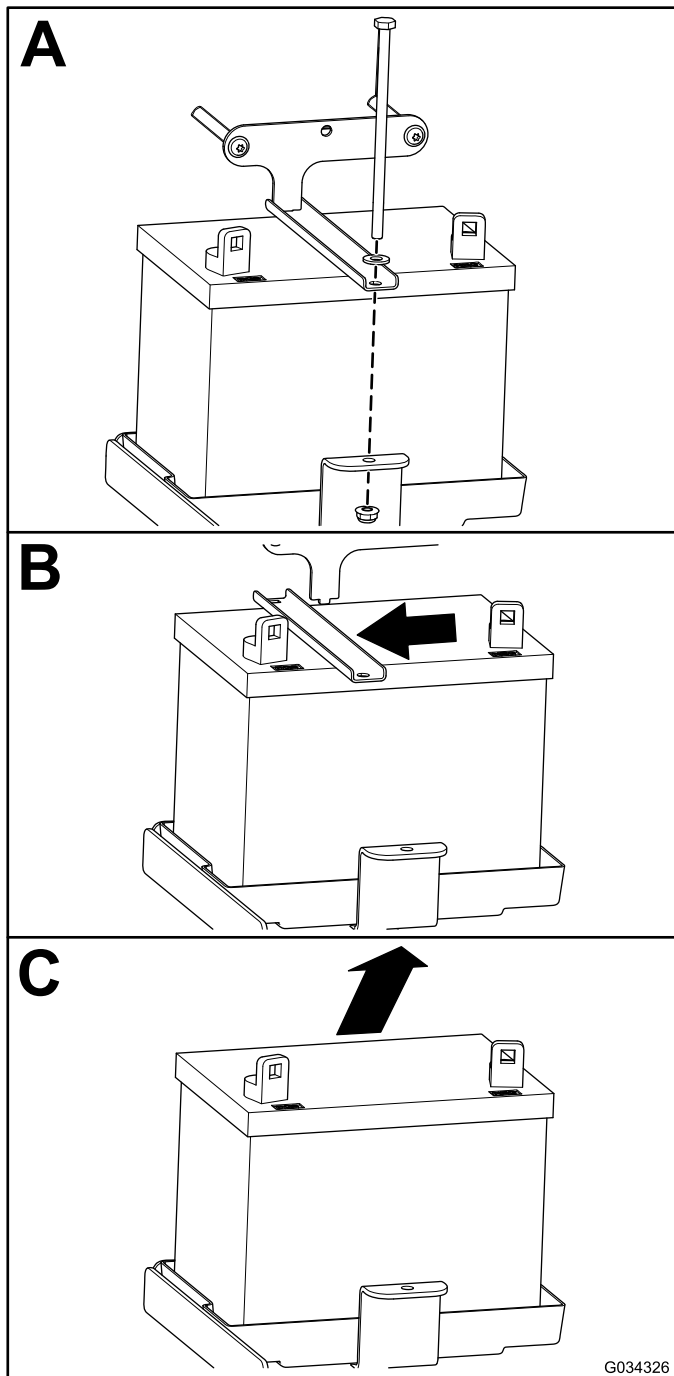

Figure 45
2. Retirez la batterie, comme montré à la Figure 45.